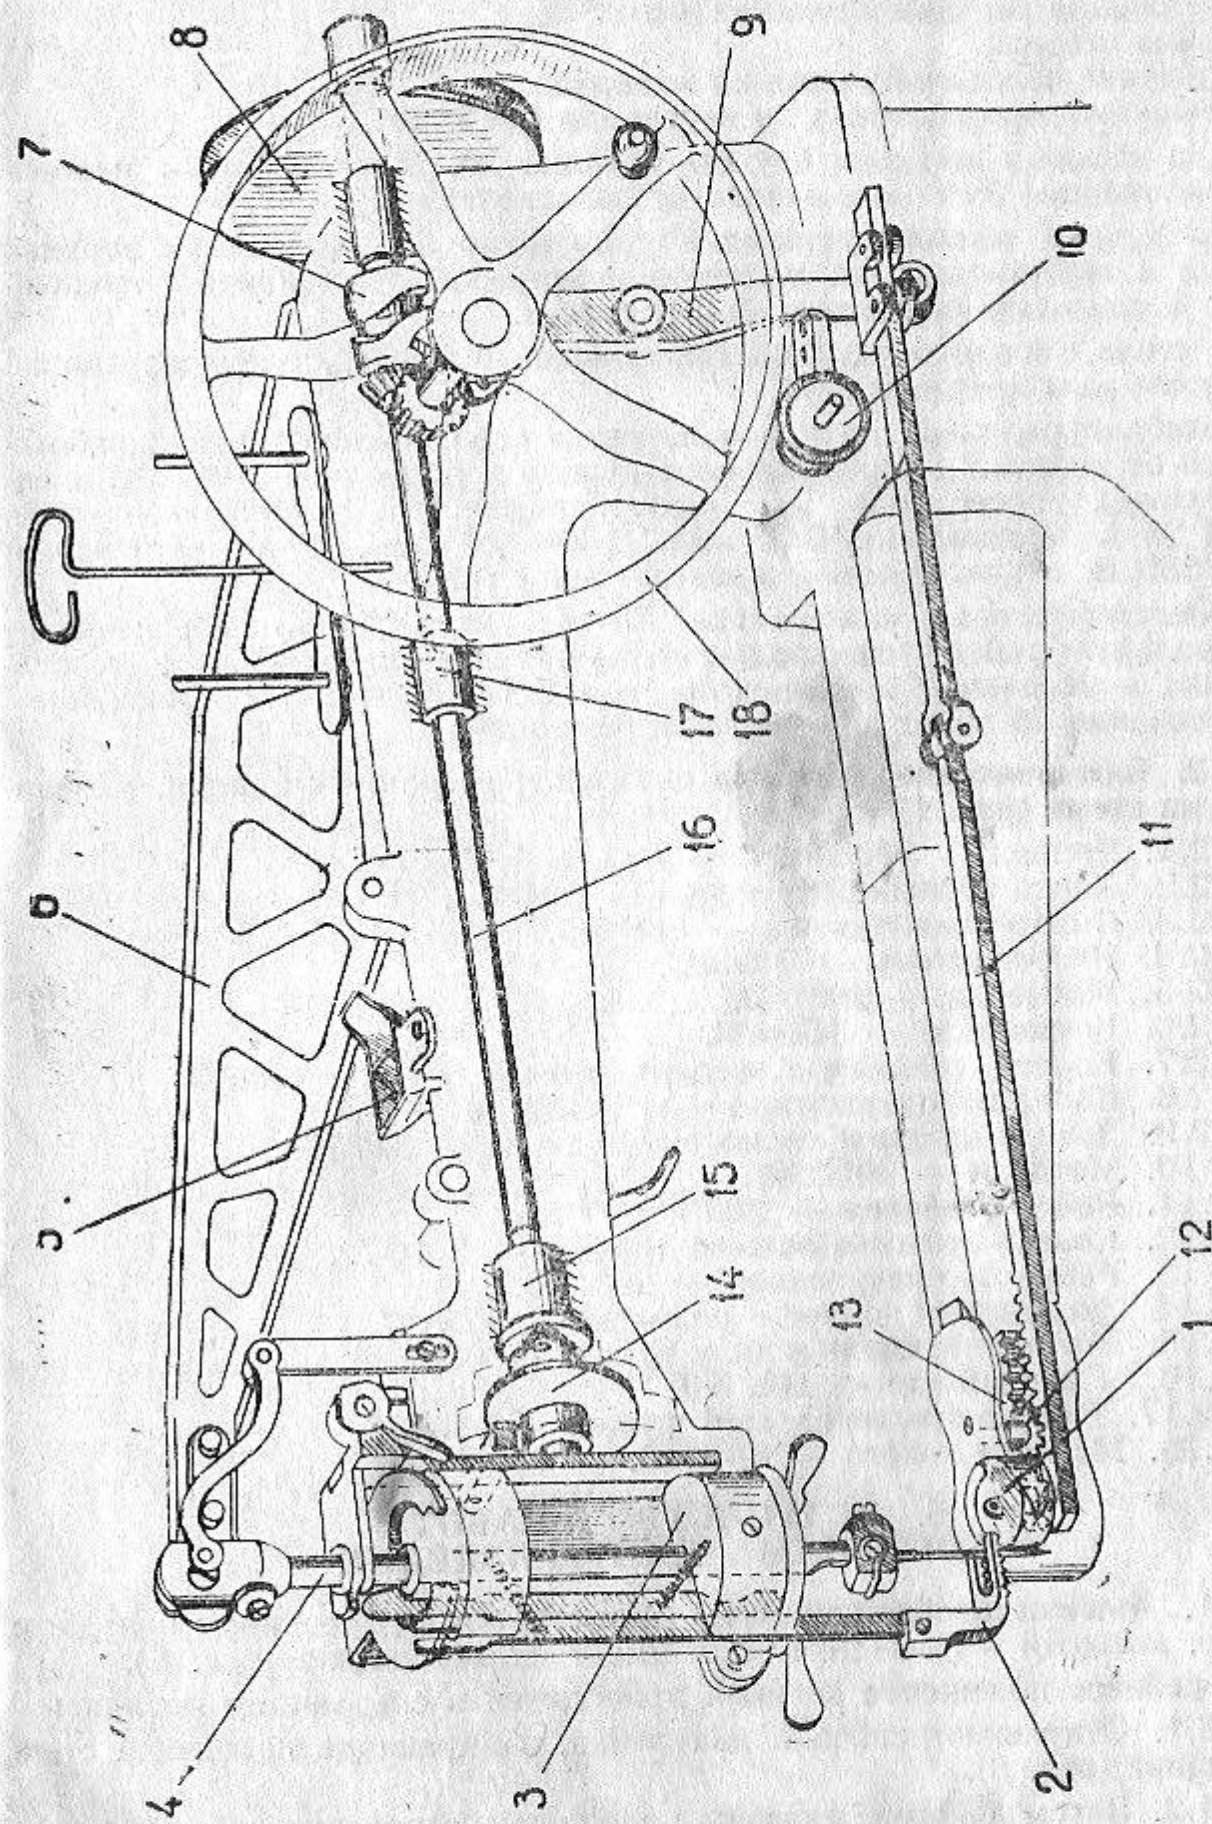

Рис. 1.
5.2. Наименование и номера деталей и сборочных единиц, указанных на схеме (рис. 1).